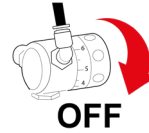

Fig. 2-14
40.5 – Ruotare la manopola di regolazione del riduttore di pressione in posizione OFF, vedi Fig. 2-14.